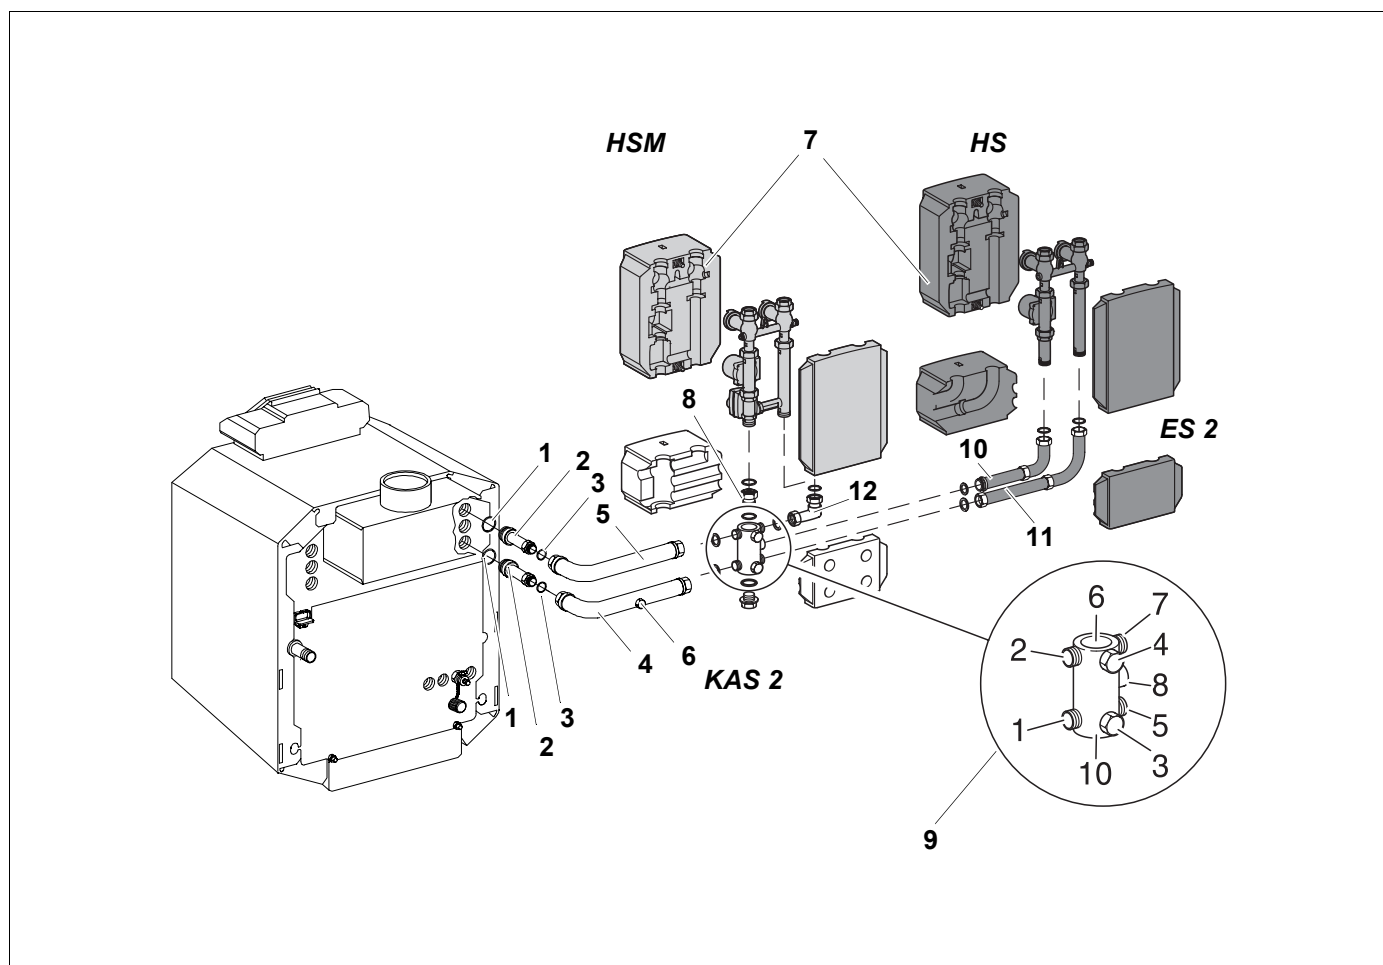

Рис. 7 Боковое подключение, левое поперечное исполнение
Экспликация к рис. 7
- Вкрутить штуцер (2) с установленным кольцом (1) в трубу обратной линии котла.
- В накидную гайку трубы обратной линии (4) установить уплотнение (3). Слегка прикрутить трубу обратной линии (4) к штуцеру.
- Установить уплотнения (3) в резьбовые соединения горизонтальных труб (подающей и обратной линий).
- Присоединить отвод N 2 многофункционального коллектора (9) к трубе подающей линии (5).
- Присоединить отвод N 1 многофункционального коллектора к трубе обратной линии (4).
- Вкрутить переходник (8) сверху в отвод N 6 многофункционального коллектора.
- Установить уплотнение (3) в уголок (12) и прикрутить его длинной стороной к отводу N 7 многофункционального коллектора.
- Установить уплотнения (3) в переходник (8) и в уголок (12).
- Установить комплект подключения отопительного контура со смесителем (HSM) или без смесителя (HS) в соответствии с рис. 7.
- Вкрутить двойной ниппель (10) с кольцом в отвод N 8 многофункционального коллектора.
- Установить отвод трубопровода с уплотнением (3) (длинной стороной) рис. 7.
- Установить уплотнение (3) в резьбовое соединение промежуточного элемента (11) согласно рис. 7 и прикрутить промежуточный элемент к отводу N 5 многофункционального коллектора.
- Установить отвод трубопровода с уплотнением (3) (короткой стороной) (рис. 7).
- Установить уплотнения (3) в резьбовые соединения на обоих отводах.
- Прикрутить комплект подключения отопительного контура со смесителем (HSM) или без смесителя (HS) в соответствии с рис. 7.